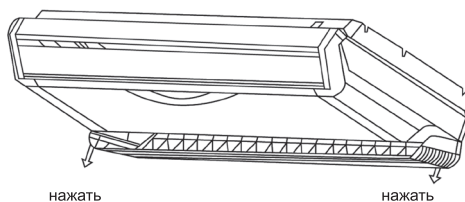

Рис. 1
1. Откройте решетку воздухозабора сдвинув фиксаторы друг к другу, отяните решетку вниз (Рис. 1).